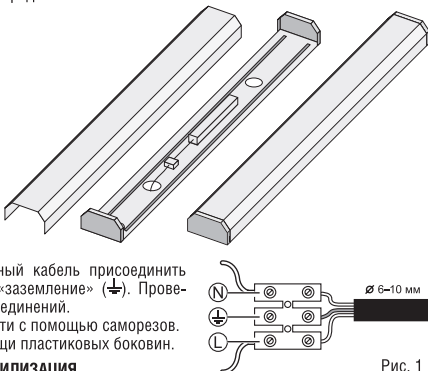

Рис. 1
- Ввести сетевые провода через отверстие в корпусе и подключить к клеммной колодке на панели в соответствии с указанной маркировкой клеммы L, N, как показано на Рис. 1. Желто-зеленый кабель присоединить к клемме, обозначенной знаком «заземление» (\perp). Проверить надежность электрических соединений.